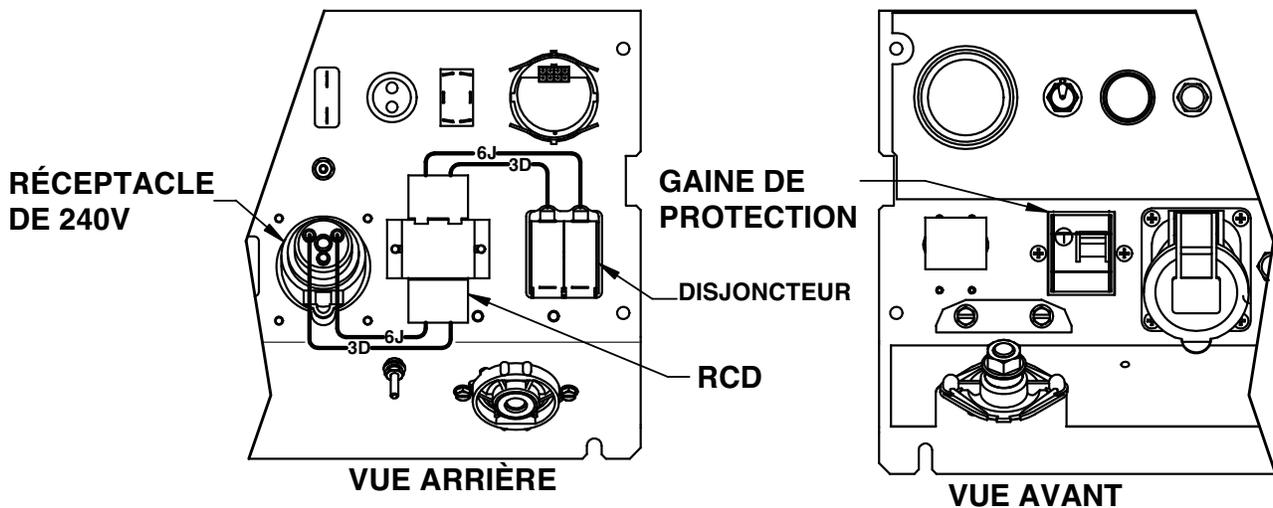

FIGURE 3
6. BRANCHER LES FILS DU DISJONCTEUR ET DU RÉCEPTACLE SUR LE RCD TEL QU'ILLUSTRÉ ET SERRER LES FILS SUR 2,4 NM (21 in-lb). (VOIR LA FIGURE 3). NOTER LA CONFIGURATION DES FILS. RECOUVRIR LA ZONE OÙ LES FILS SONT BRANCHÉS SUR LE RCD AVEC UN MATÉRIAU D'ÉTANCHÉITÉ EN CAOUTCHOUC DE SILICONE RÉSIDANT AUX VARIATIONS DE TEMPÉRATURE.